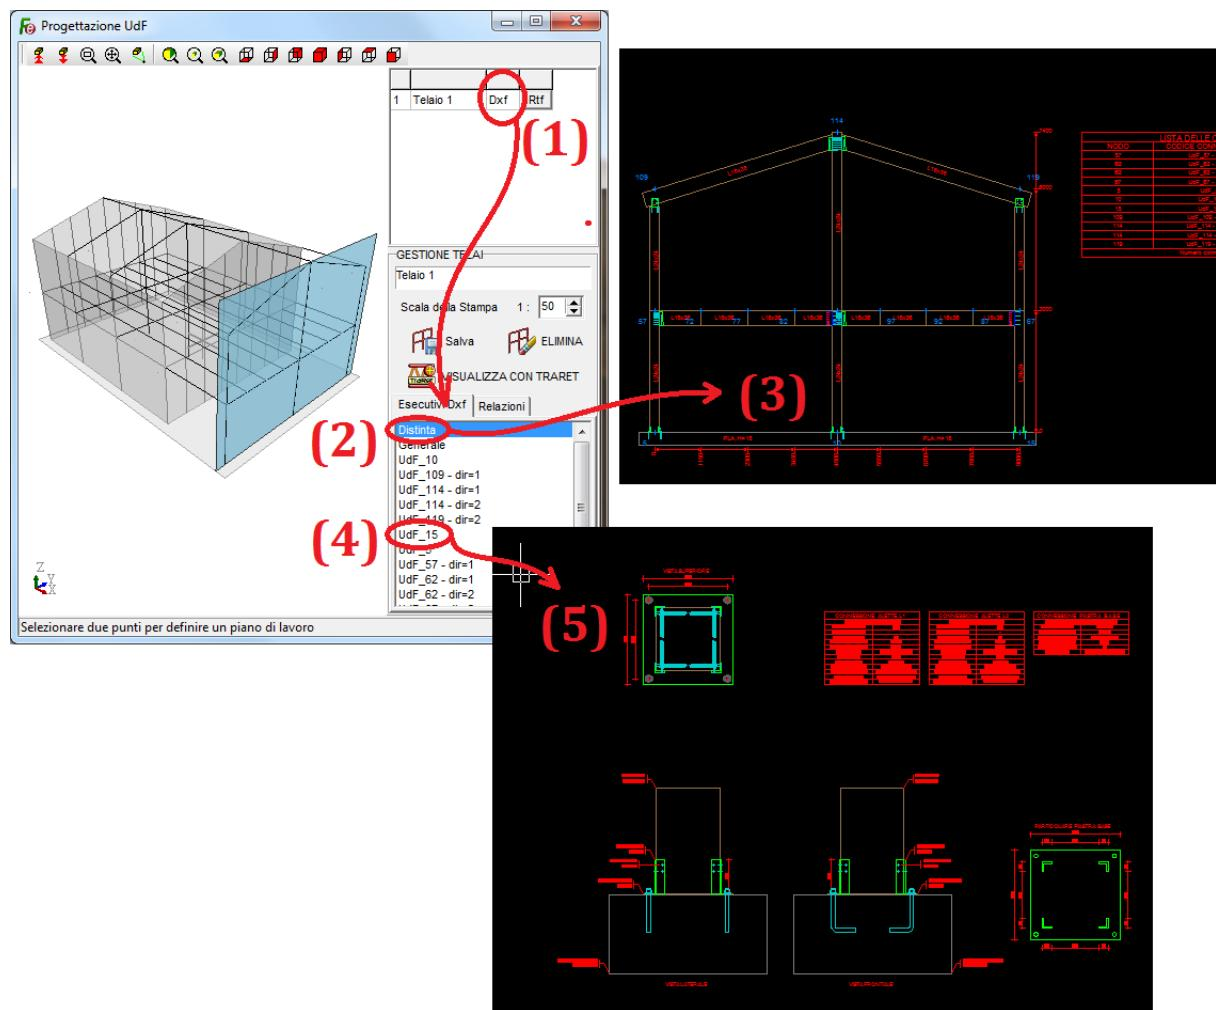

Figura 81
Con riferimento alla figura 81, tutti i telai definiti saranno elencati in una apposita lista (1) contenente quattro colonne con il numero progressivo e il nome assegnato al telaio oltre a due pulsanti per l’accesso a tutti gli elaborati grafici e ai tabulati.